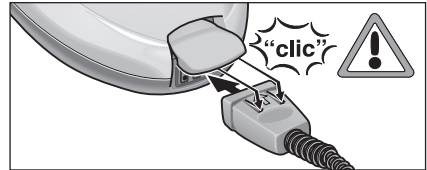

Fig. 1: Introducerea ștecărului monobloc
- Introduceți bine ștecărul monobloc (C7), în priză aparatului (A1). Astfel, cele două ciocuri ale ștecărului monobloc, trebuie să intre în capacul prizei aparatului (vezi fig. 1).